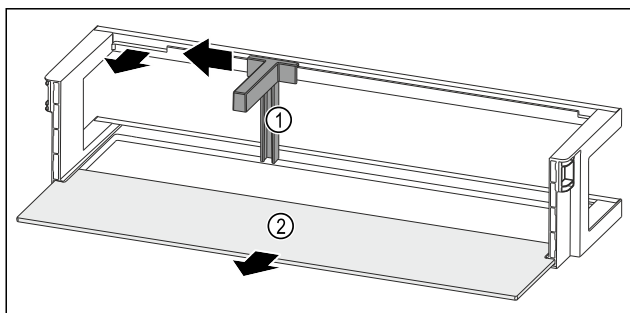

Fig. 130 Türabsteller mit Flaschenhalter und Abstellfläche
- Flaschenhalter Fig. 130 (1) bis zur Aussparung zur Seite schieben.
- Flaschenhalter Fig. 130 (1) entnehmen.
- Abstellfläche Fig. 130 (2) entnehmen.